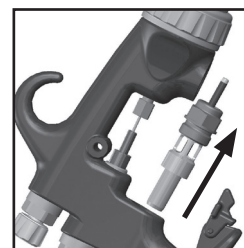

Fig. 16
3. Retirer la soupape d'air en saisissant la tige. (Voir fig. 16)